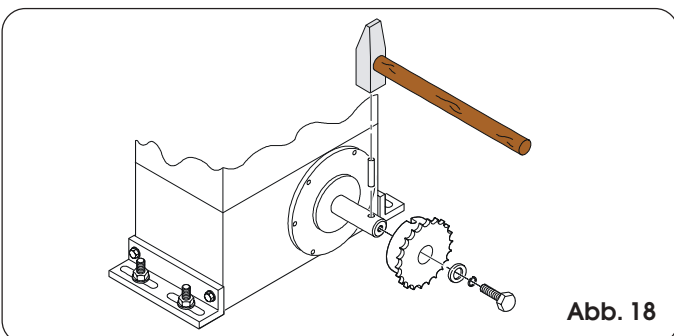

Abb. 18
4.5.1. MOD. 746 ER CAT (Abb. 18 - 19)